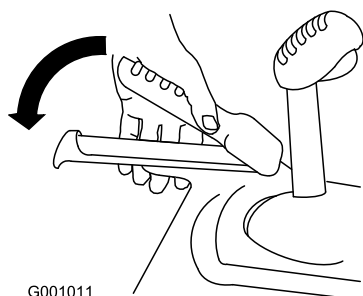

Figura 10
3. Apăsai maneta din stânga (maneta de tracțiune) către mâner (Figura 10).
6. Apăsai maneta din stânga (maneta de tracțiune) către mâner (Figura 10).